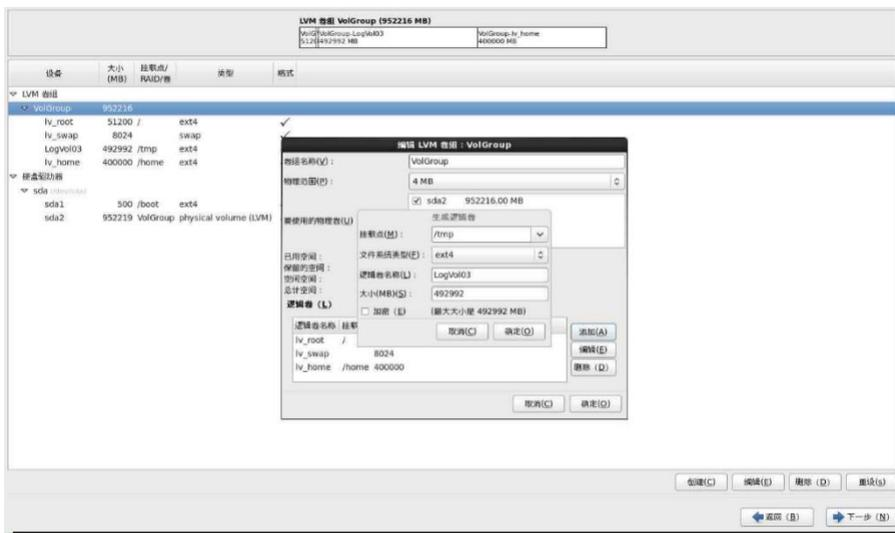

图 6-34
- o. 通过添加、编辑、删除等操作编辑逻辑卷，并分配 mount 点。本例点击添加按钮。弹出生成逻辑卷界面，如图 6-34 所示。